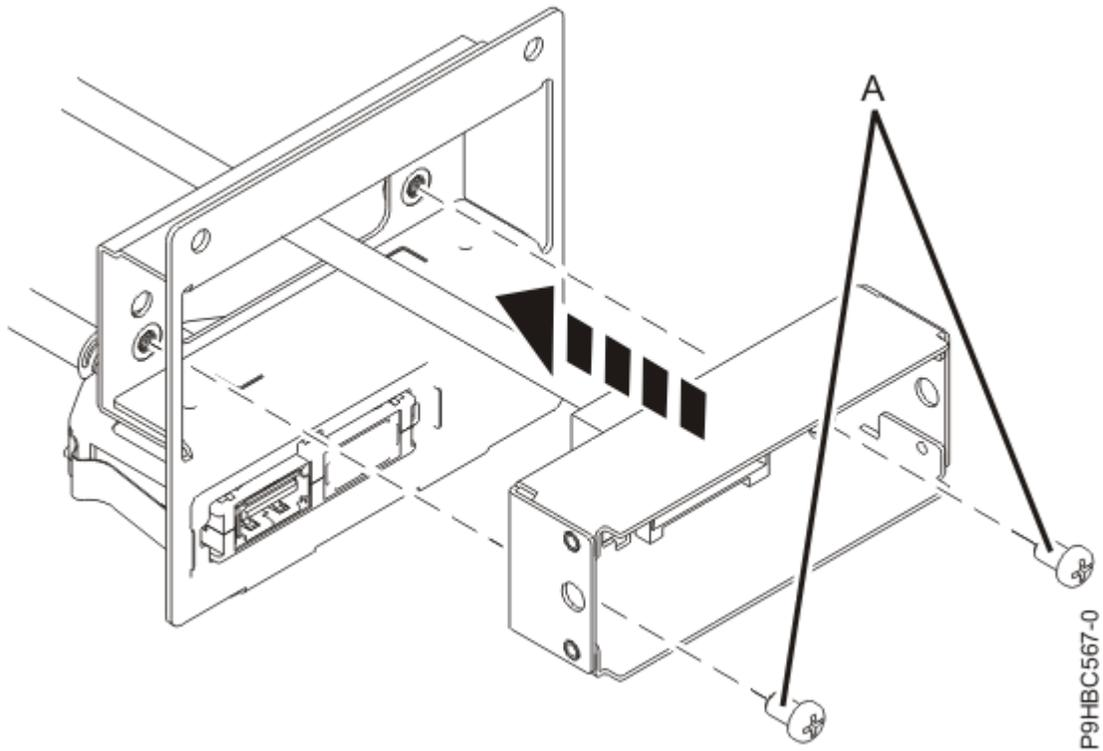

Figura 117. Instalación del cable de pantalla del panel de control en el alojamiento para un sistema montado en bastidor
2. Para el sistema montado en bastidor, instale el cable de pantalla del panel de control en el alojamiento utilizando los dos tornillos **(A)** tal como se muestra en la Figura 117 en la página 124.